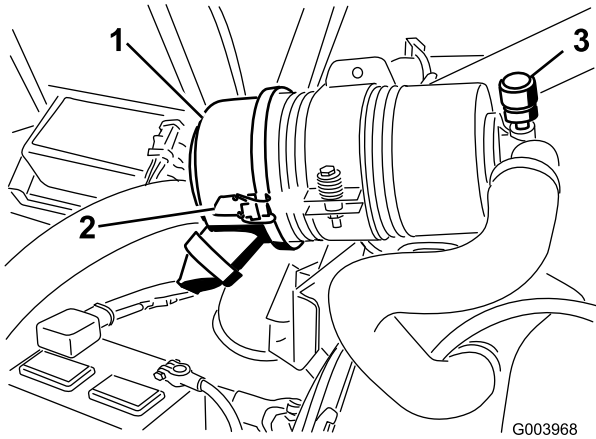

图52
仅在维修指示灯（图52）要求时，才维修空气滤清器滤芯。在必须更换之前更换空气滤清器，只会增加灰尘在滤清器拆下时进入发动机的几率。
1. 松开将空气滤清器盖固定到空气滤清器壳体上的搭扣（图52）。